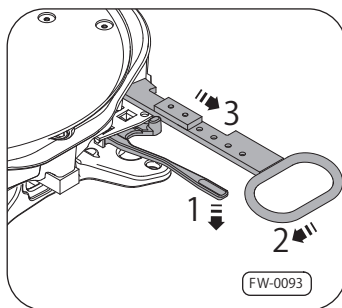

図1 ロックを解除する
1. 図1の矢印1の様に親指でセーフティ・ハンドルを下に押し下げます。矢印2の様に左にリリース・ハンドルを移動させます。